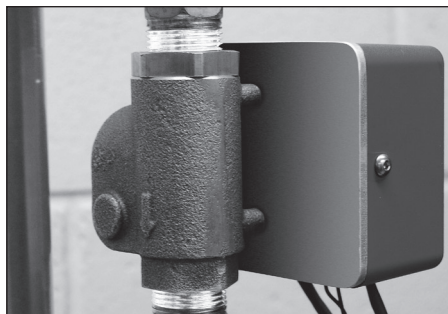

Figura 2
2. Luego de soldar el tubo a los adaptadores, aplicar sellador para roscas a los adaptadores y ensartar los adaptadores con el tubo conectado en el cuerpo de la válvula. **Figura 2**